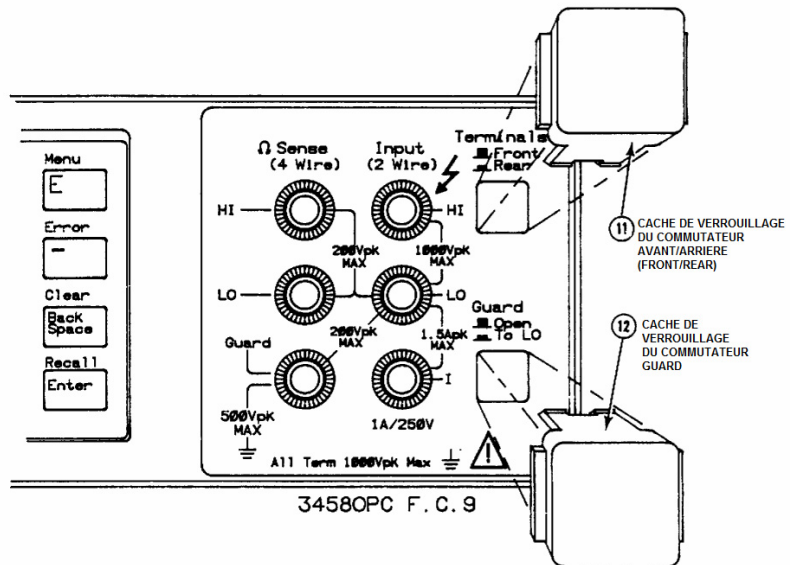

Figure C-9 Installation des caches sur les commutateurs
- 1** Référez-vous à la **figure C-9**. Tournez l'instrument de façon à ce que sa face avant soit devant vous.
- 3** Prenez les petits caches carrés fournis avec le kit de verrouillage (illustrés à la **figure C-9**).